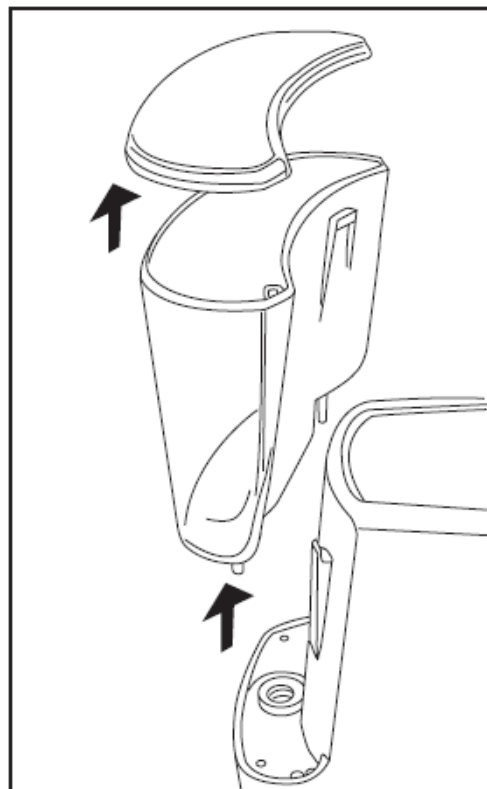

Fig. 5
- Lyft upp vattentanken och ta av locket (Fig.5)